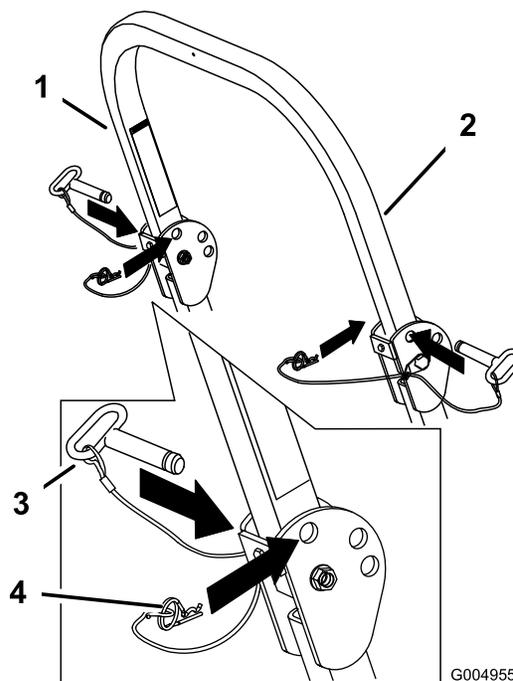

Figura 10
1. Retire las chavetas y retire los dos pasadores (**Figura 10**).
3. Instale los dos pasadores y sujételos con las chavetas (**Figura 10**).
1. Retire las chavetas y retire los dos pasadores (Figura 10).
2. Eleve la barra anti-vuelco a la posición vertical, instale los dos pasadores y sujételos con las chavetas (Figura 10).